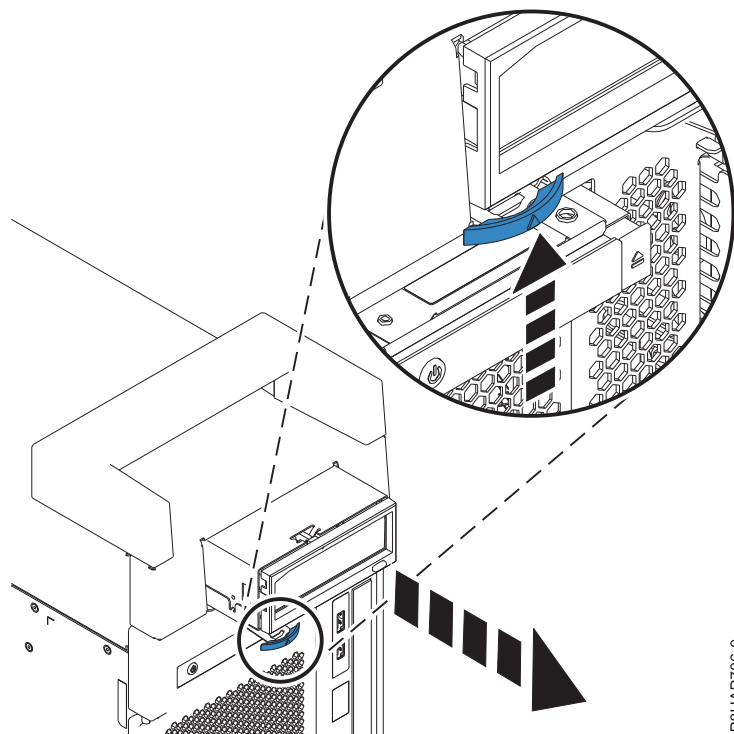

Figura 61. Extracción de la estación de acoplamiento RDX interna
2. Deslice el dispositivo haciéndolo salir del sistema en la dirección que se muestra hasta que se vean los cables USB y de la fuente de alimentación. Consulte la Figura 61.